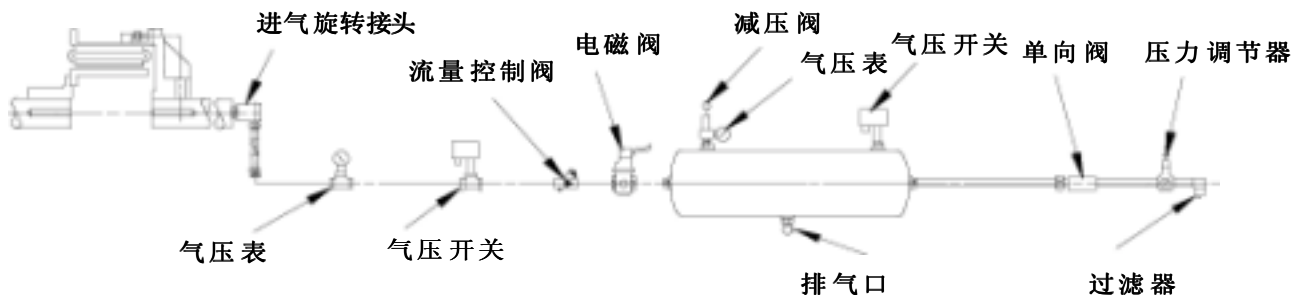

图 10
- 2.6.1 图 10 显示了典型的气控系统。由于采用的气控系统取决于具体的应用，因此本手册中未作详细的描述。以下是安装和调整气控系统的一些基本指导方针。